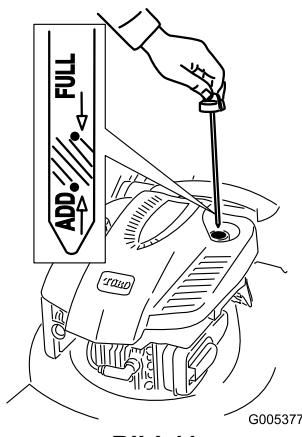

Bild 11
- Nehmen Sie den Peilstab heraus und wischen Sie ihn ab. Stecken Sie ihn dann ganz ein (Bild 11).
- Nehmen Sie den Peilstab heraus und prüfen Sie den Ölstand (Bild 11). Wenn der Ölstand unter der **Nachfüll**-Marke ist, gießen Sie **langsam** Öl in den Einfüllstutzen, um den Ölstand auf die **Voll**-Marke am Peilstab anzuheben. **Füllen Sie nicht zu viel ein.** (Max. Füllstand: 0,59 l, Typ: Waschaktives SAE 30-Öl mit der Klassifizierung SF, SG, SH, SJ, SL oder höher durch das American Petroleum Institute (API)).